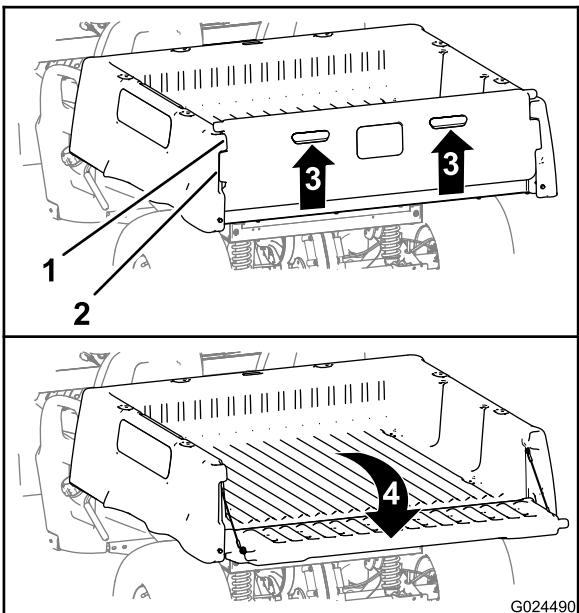

Figura 11
2. Sollevate agendo sugli elementi di spinta sul pannello posteriore della sponda posteriore (Figura 11).
3. Allineate le flange di bloccaggio della sponda posteriore alle aperture verticali tra le flange della sponda stessa del cassone (Figura 11).
4. Ruotate la sponda posteriore indietro e in basso (Figura 11).
6. Ruotate la sponda posteriore in alto e in basso in modo che le flange di bloccaggio della sponda stessa siano a filo con la tasca della sponda nel cassone (Figura 11).
7. Abbassate la sponda posteriore in modo che si posizionini sul retro del cassone (Figura 11).